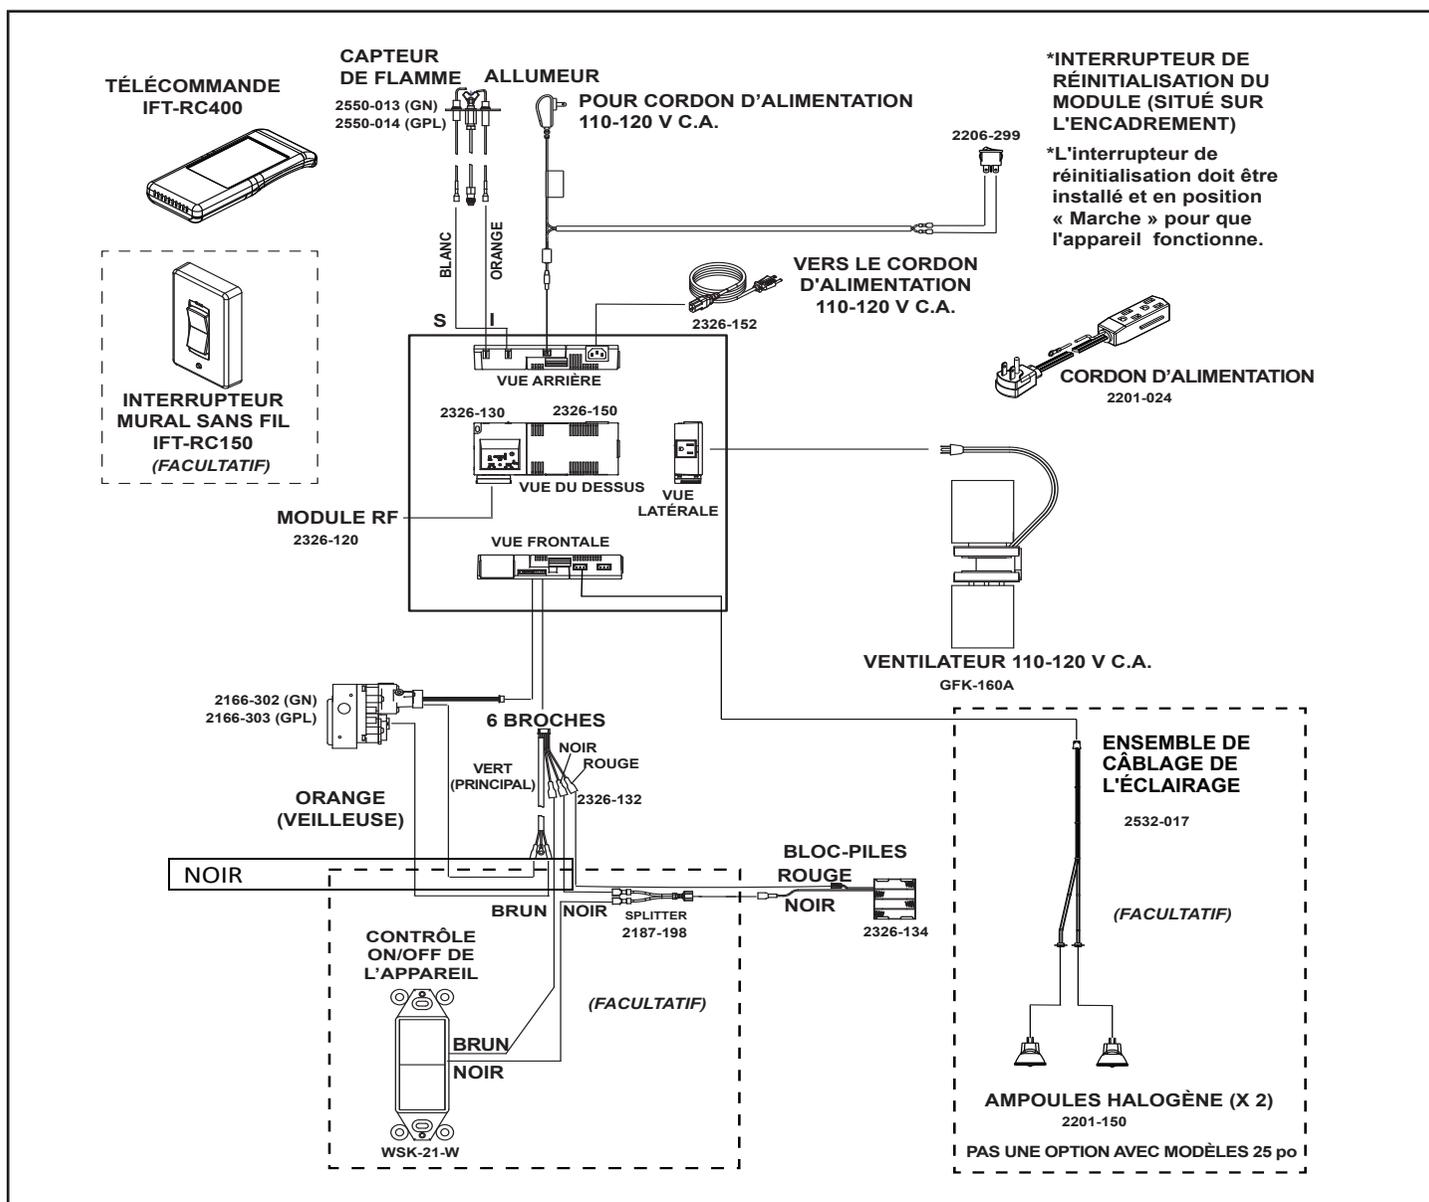

Figure 6.2 Schéma du câblage IntelliFire™ tactile
- Consultez la figure 6.2, Schéma du câblage IntelliFire™ Tactile (IPI).
- Réparations/remplacement du ventilateur. La figure 6.2 présente un schéma du câblage.
- Réparations / installation du ventilateur. La figure 6.2 présente un schéma du câblage.
- Réparations/remplacement des lumières halogènes. La figure 6.2 présente un schéma du câblage.